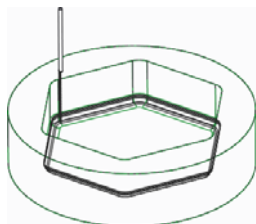
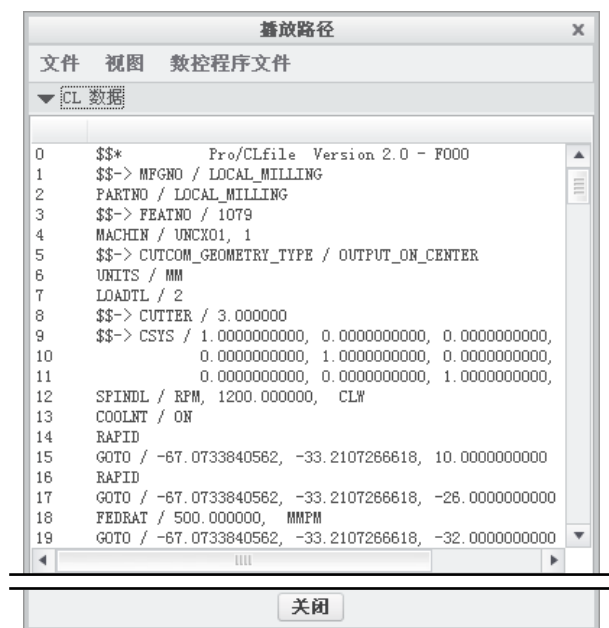

图 3.3.9 刀具行走路线
图 3.3.10 查看 CL 数据
Step3. 单击“播放路径”对话框中的  按钮, 观察刀具的行走路线, 如图 3.3.9 所示, 单击  CL 数据 栏可以打开窗口查看生成的 CL 数据, 如图 3.3.10 所示。